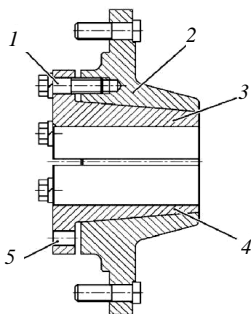

Рис. 6.10. Формирование колеи задних колес, установленных на конических ступицах:
- ослабить на три полных оборота два стяжных болта 1 (рис. 6.10) вкладышей 3 и 4 (по одному на каждом вкладыше). Остальные стяжные болты вывернуть. Снять с демонтажных отверстий заглушки. Ввернуть в демонтажные резьбовые отверстия болты, вывернутые из вкладышей;